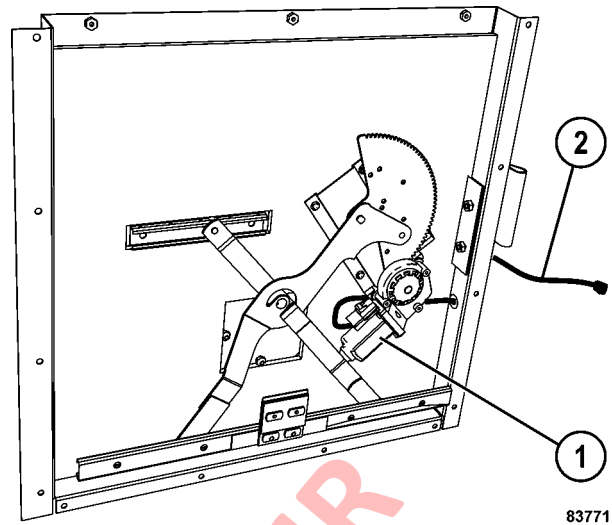

FIGURA 2-16. REGULADOR DE LA VENTANA
3. Desconecte el arnés del regulador (2, Figura 2-16) en el motor del regulador de la ventana (1).
7. Conecte el arnés del regulador (2, Figura 2-16) al motor del regulador de la ventana (1).